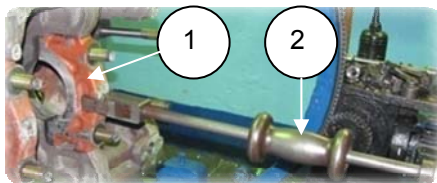

Рис. 2.59
1. Вынуть 6 крышек подшипника (1) (840.1005140) и одну крышку подшипника заднюю (840.1005152-10) из посадочных гнезд при помощи приспособления (2) для съема коренных крышек (рис. 2.59, 2.60).